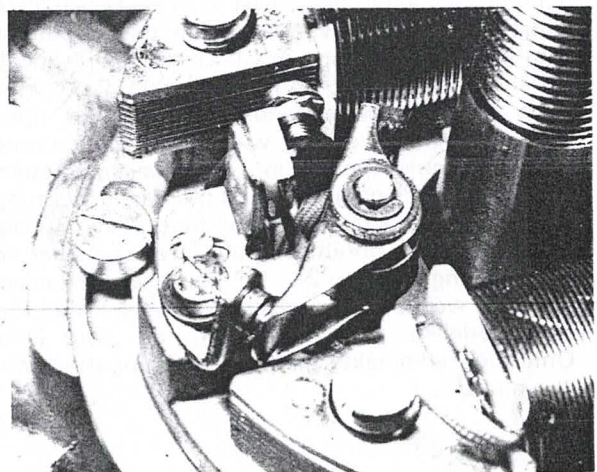

Bild 121
- Der Kontaktabstand kann auch eingestellt werden, ohne das Schwungrad abzunehmen. Wegen der beschränkten Zugänglichkeit ist dazu aber etwas Geschick nötig. Neben dem Unterbrecheramboss befinden sich zwei Schrauben, eine grössere und eine kleinere (Bild 121). Die grössere Schraube lockern und den Kontaktabstand durch Drehen der kleineren Schraube in der einen oder anderen Richtung einstellen. Die kleinere Schraube trägt einen Exzenter. Die grössere Schraube wieder anziehen und den Kontaktabstand nochmals prüfen.
- Um Zugang zum Unterbrecher zu erhalten, muss zuerst der Rotor des Schwungmagnetzünders entsprechend der Beschreibung in Kapitel 2.7.3 abgenommen werden (Bild 121).